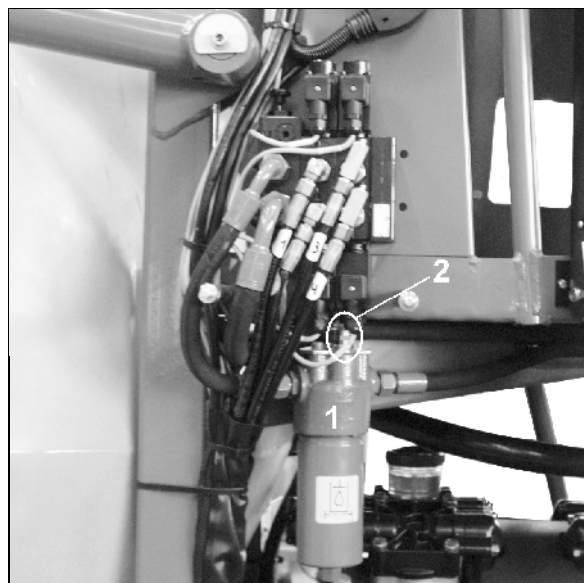

Fig. 23
Oljefiltret (Fig. 23/1) med föroreningsindikering (Fig. 23/2) övervakar renheten för hydrauloljan.
- Kontrollera regelbundet hydraulfiltrets föroreningsindikering (Fig. 23/2) för att säkerställa hydraulsystemets funktion.
- Byt omedelbart oljefiltret (Fig. 23/1) om ringen blir röd istället för grön.
Oljefiltret (Fig. 23/1) får endast bytas om hydraulsystemet är trycklöst! Annars finns risk för personskada p g a utströmmande hydraulolja under tryck.